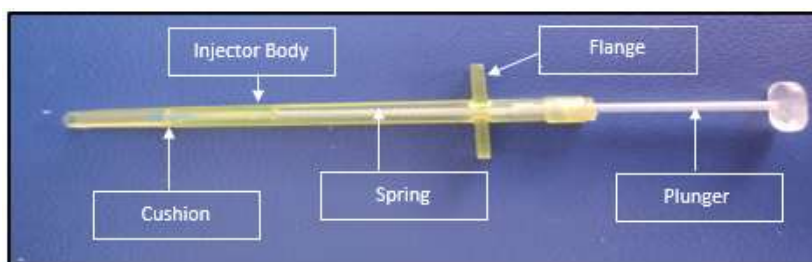

Figura 1.2 Corpo dell'iniettore: stantuffo, molla e cuscinetto
L'iniettore è costituito principalmente dal corpo dell'iniettore, dallo stantuffo e dalla molla, come mostrato nella figura 1.2 in basso. Il corpo dell'iniettore è un involucro esterno realizzato in materiale ABS (TR). Lo stantuffo è realizzato in policarbonato. La funzione dello stantuffo è quella di spingere in avanti la lente con l'aiuto della molla collegata. Sul corpo dell'iniettore è stata prevista una flangia che consente di trattenere l'iniettore mentre si spinge lo stantuffo. La molla collegata alla punta dello Doc. No-376